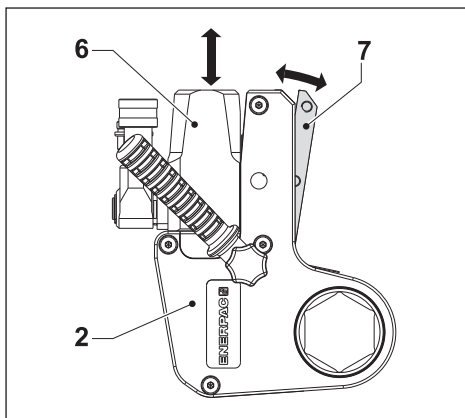

Fig. 4
3.3.1 Per smontare il portainseriti (Fig. 4 e 5)
- Tirare la leva di rilascio del portainseriti (7) verso l'esterno.
- Rimuovere l'unità di azionamento idraulica (6) dal portainseriti (2).
3.3.2 Per montare il portainseriti (Fig. 4 e 5)
- Tirare la leva di rilascio (7) verso l'esterno.
- Verificare che il dente di collegamento (12) sia allineato con l'apertura (14) nella leva del cricchetto. Se necessario, ruotare la biella.
- Fare scorrere l'unità di azionamento sul portainseriti e spingere il perno (13) attraverso il foro della piastra di posizionamento dell'unità di azionamento (15).
- Spingere di nuovo la leva di rilascio (7) nel portainseriti (2). Verificare che il dente di arresto della sfera si blocchi in posizione con uno scatto. Verificare che la leva di rilascio del portainseriti sia completamente chiusa.